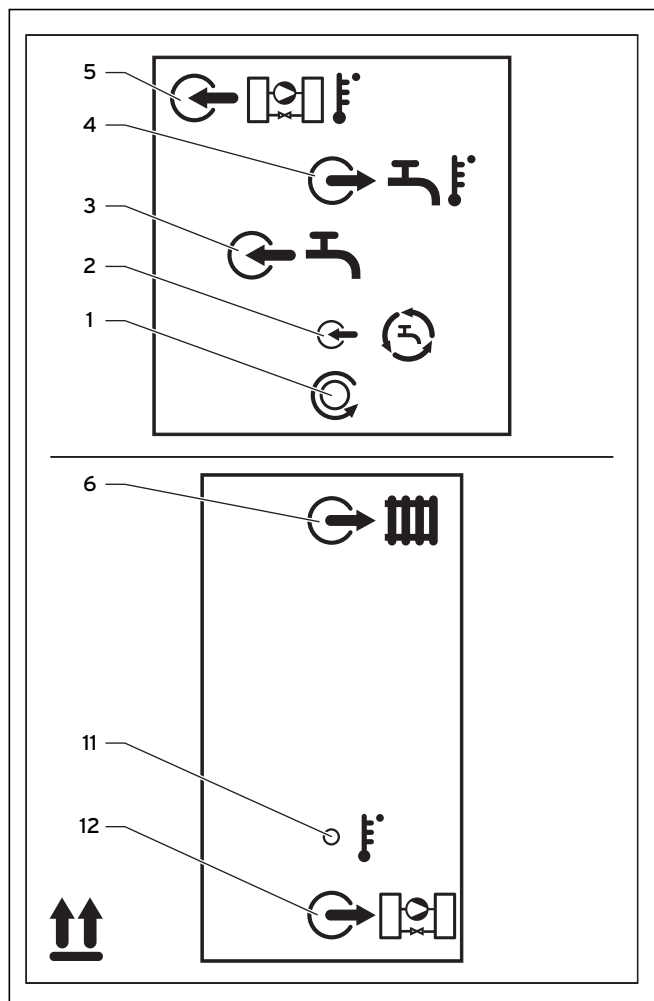

Rys. 2.1 Przyłącza armatury rurowej, widok z lewej
Zasobnik VDH 300/2 jest tzw. zbiornikiem dwupłaszczowym, tzn. zbiornik wewnętrzny (patrz rys. 2.1, poz. 9) jest przyspawany do zbiornika zewnętrznego (7). Oba zasobniki są oddzielone szczeliną pierścieniową, zawierającą ok. 85 litrów wody grzewczej. Wewnętrzny zbiornik zasobnika wykonany jest z nierdzewnej stali szlachetnej i ma pojemność ok. 268 litrów. Dzięki takiej konstrukcji zbiornika ciepłej wody mogą być przenoszone bardzo wysokie moce do obiegu wtórnego (10) zasobnika. Oprócz tego zasobnik ten pozwala na bezproblemowe stosowanie wody o wysokiej zawartości wapnia.